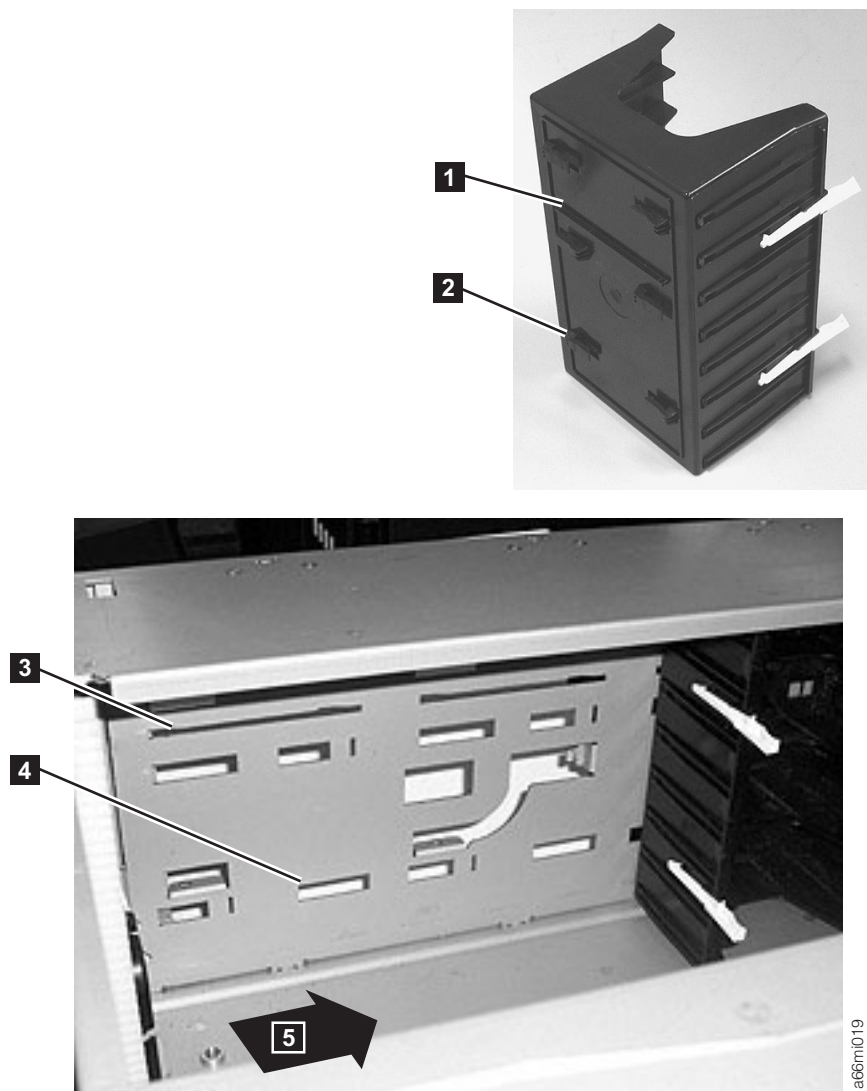

図 11-11. ストレージ列の交換
- a. タブ **1** (図 11-11) をスロット **3** (図 11-11) に
- b. タブ **2** (図 11-11) をスロット **4** (図 11-11) に
3. 列をライブラリー背面方向に押し (図 11-11 の **5**)、列の背面にあるロックング・タブをはめます。